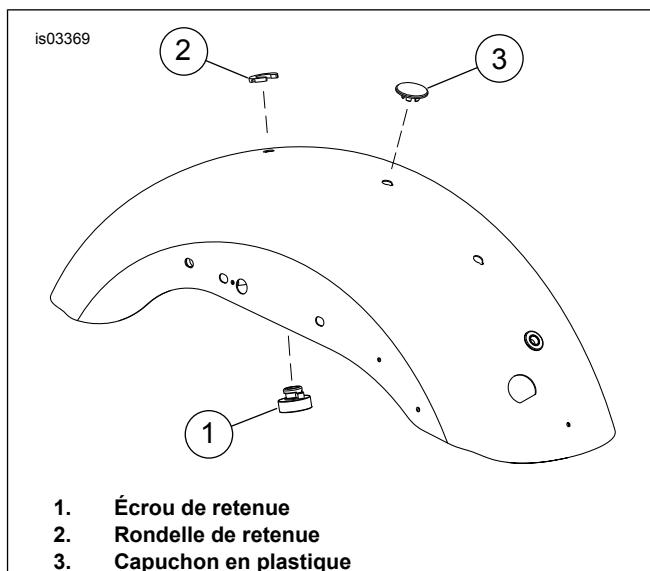
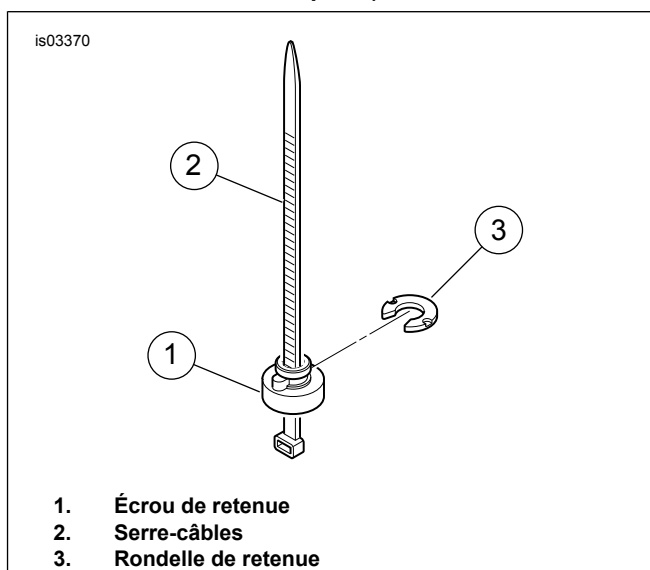

Figure 3. Écrou de retenue et capuchon en plastique (selles biplace)
Figure 4. Installation de l'écrou de retenue
5. Voir Figure 3. Installer l'écrou de retenue (1) et la rondelle (2) dans le trou de garde-boue le plus en arrière.
- a. Voir Figure 4. Placer l'écrou de retenue (1) sur le serre-câbles (2) pour que l'extrémité large de l'écrou repose sur l'œil du serre-câbles.
- d. Avec l'arête de l'écrou de retenue installée dans l'encoche du trou de garde-boue, glisser la rondelle de retenue (3) en position à partir de l'arrière. Ceci bloque l'écrou de retenue en position.
6. Voir Figure 3. Installer le capuchon en plastique dans le trou de garde-boue du milieu.